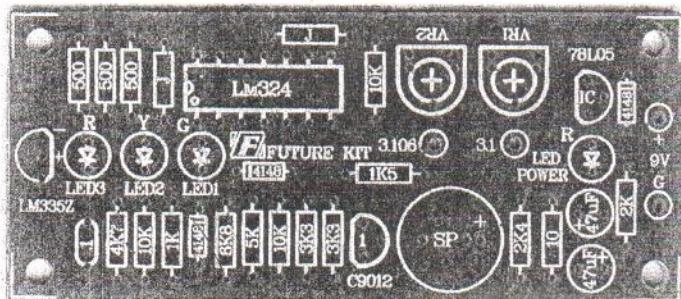

Рис.3 Монтажная схема
- отформуйте выводы компонентов и установите их на плате, в соответствии с монтажной схемой (рис.3);